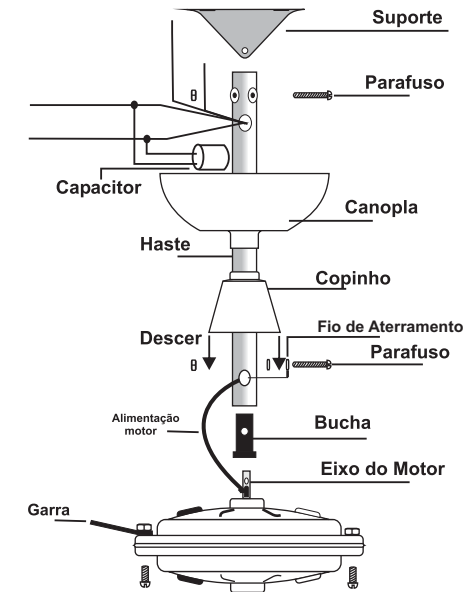

Fig.03
-Coloque o copinho (6) na haste (2) no lado que tem o furo menor e a canopla (3) no lado que tem o furo maior conforme fig.03.